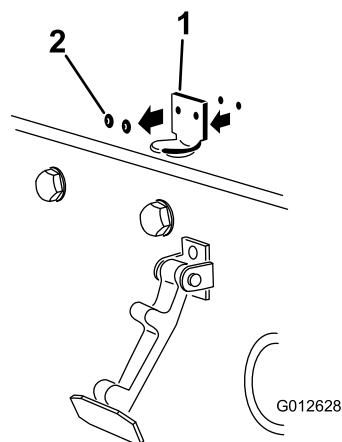

Figura 6
2. Rimuovete i (2) rivetti che fissano la staffa del fermo del cofano al cofano (Figura 6).